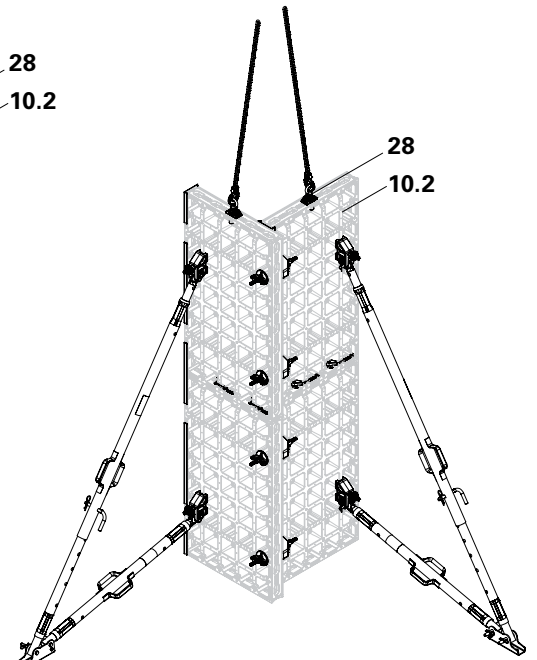

Fig. C1.14
6. Trasferire la mezza cassaforma con la gru. (Fig. C1.14)